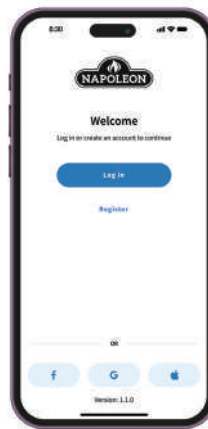

Abb. 1
1. Registrieren Sie ein Konto bei der Napoleon Home App ODER melden Sie sich mit Ihren Facebook-, Google- oder Apple-Kontoinformationen an. (Abb. 1)